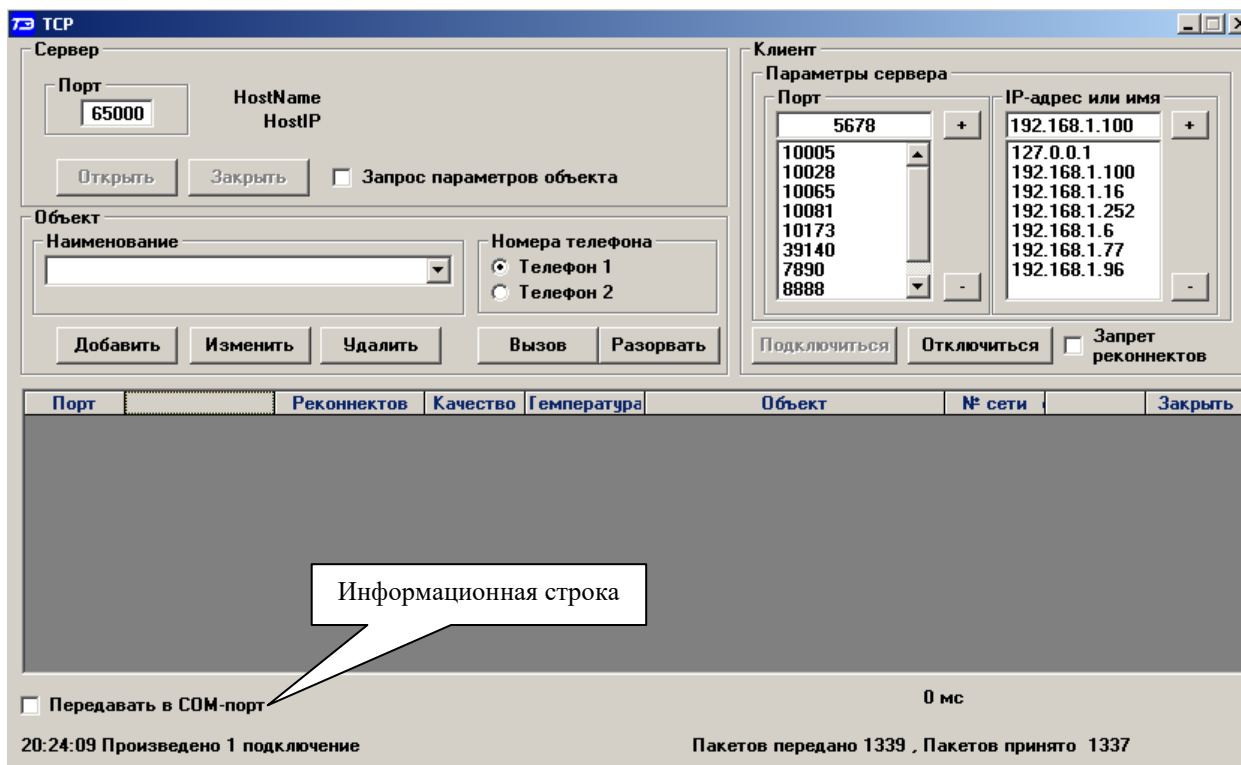

Рисунок 4 – Форма «ТСР», конфигуратор в режиме клиента ТСР/IP.
- убедиться, что в информационной строке формы «ТСР» (рисунок 4) появилось сообщение «Произведено одно подключение», свидетельствующее об успешном подключении конфигуратора к счетчику через Ethernet-интерфейс.